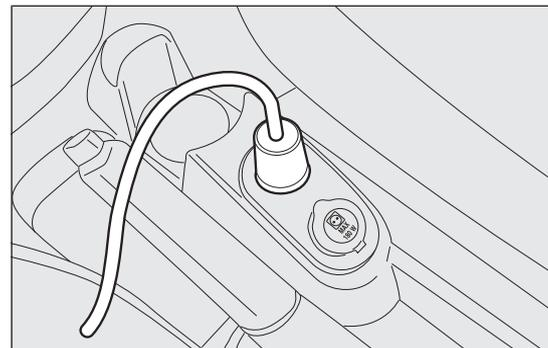
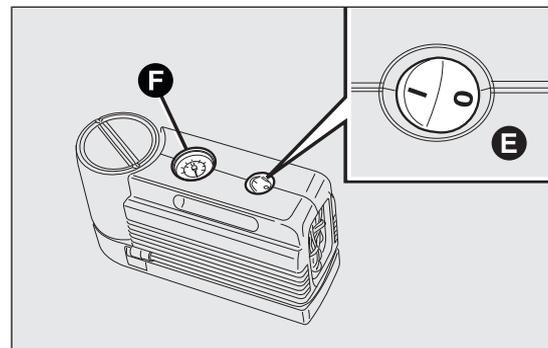

fig. 129
fig. 130
- s'assurer que l'interrupteur E fig. 130 du compresseur est en position 0 (éteint), démarrer le moteur, insérer la goupille D fig. 129 dans la prise de courant de l'allume-cigare et actionner le compresseur en plaçant l'interrupteur E fig. 130 en position I (allumé). Gonfler le pneu à la pression indiquée au paragraphe « Pression de
gonflage à froid » du chapitre « Caractéristiques techniques ». Pour obtenir une lecture plus précise, il est conseillé de vérifier la valeur de la pression sur le manomètre F fig. 130 quand le compresseur est éteint ;